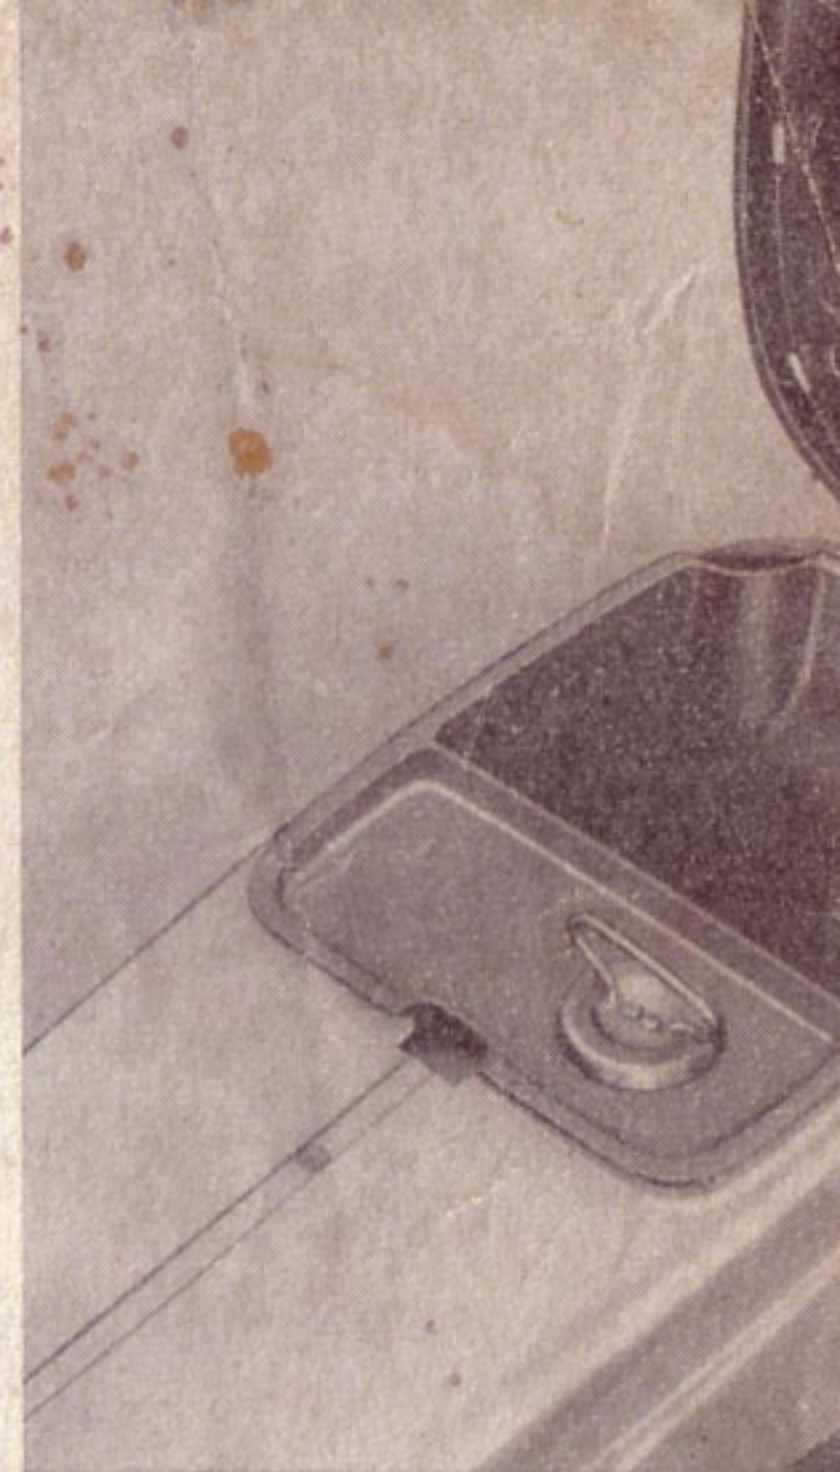

Fig. 7
- soulever la selle vers l'avant (fig. 7).